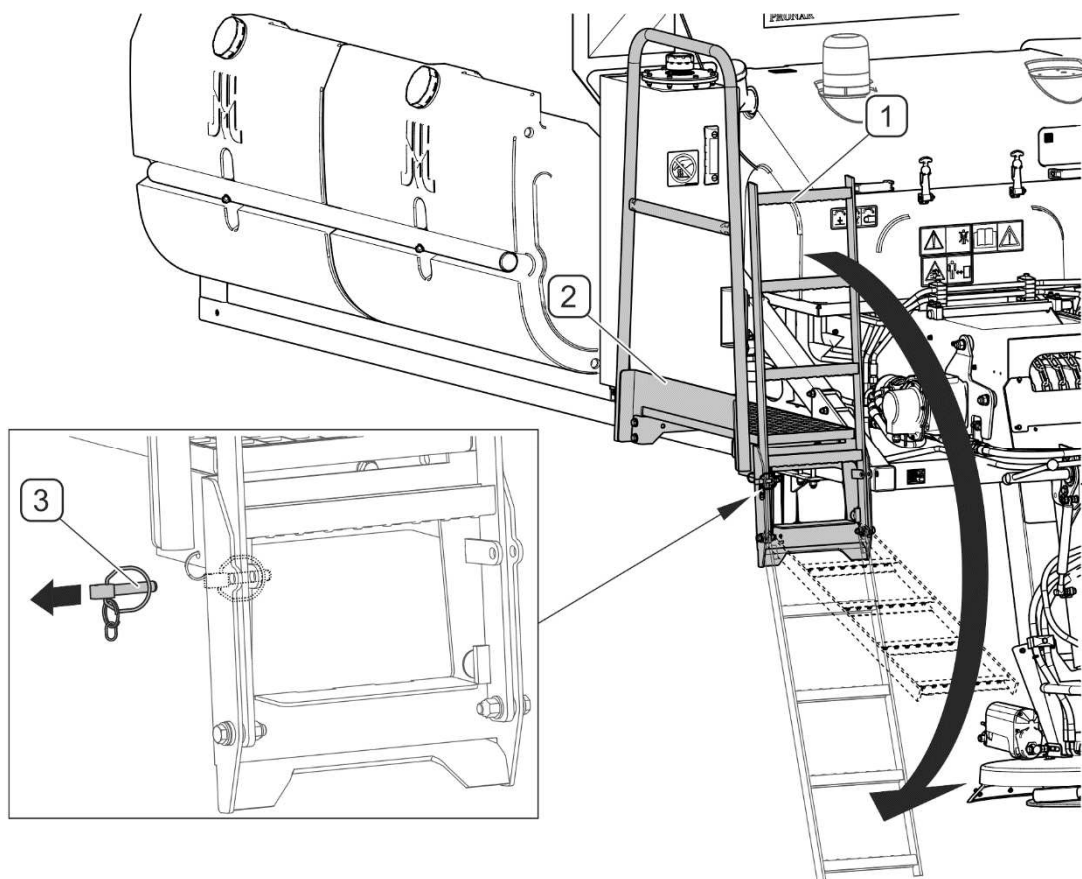

РИСУНОК 4.19 Лестница и площадка
Раскрытие и закрытие тента можно облегчить, войдя на площадку (РИСУНОК 4.19) по лестнице (1).
Чтобы опустить лестницу (РИСУНОК 4.19), нужно: